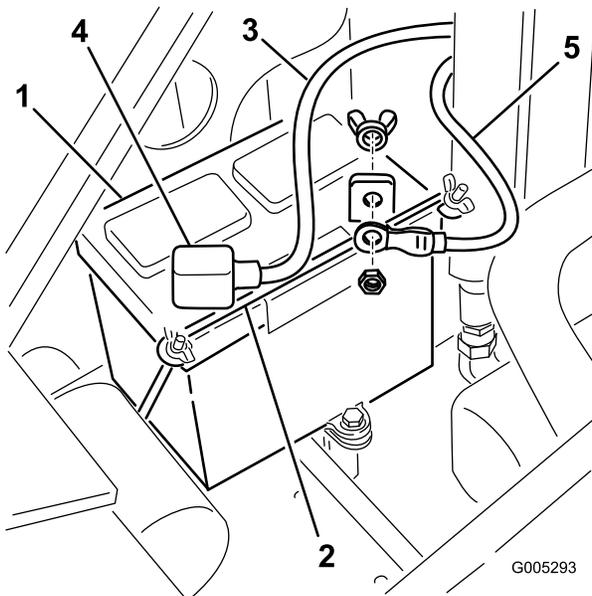

Рисунок 33
4. Снимите барашковые гайки и планку крепления аккумулятора (Рисунок 33).
5. Отсоедините отрицательный (черный) кабель от штыря аккумулятора (Рисунок 33). Сохраните крепежные детали.
7. Отсоедините положительный (красный) кабель от штыря аккумулятора (Рисунок 33). Сохраните крепежные детали.